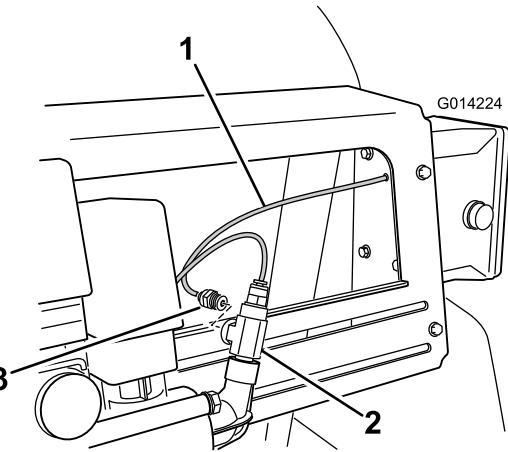

图7
3. 找到控制箱背面的红色压力表管，将它安装在三通接头(图7)的开口处。